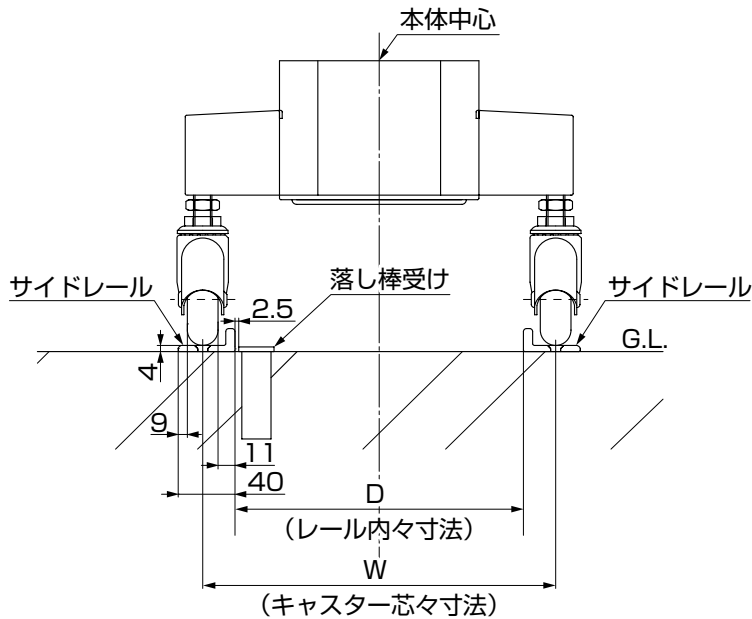

図10-14
③落とし棒受けは本体設置後、本体落とし棒の位置に合わせて地盤に指定の孔加工をしてください。(図10-14参照)